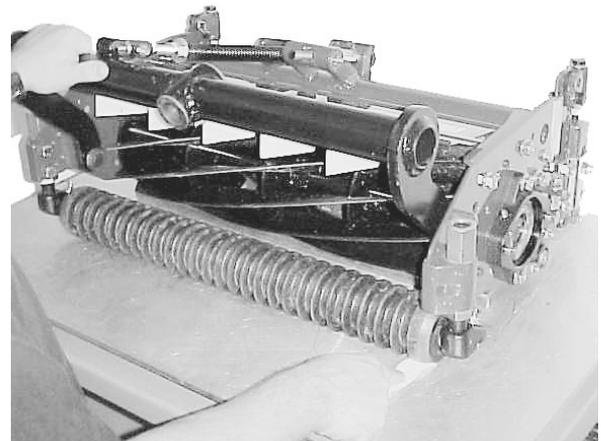

Bild 21
4. Stellen Sie die vorderen Stützteile so weit ein, bis beide Seiten der Walze die ebene Oberfläche berühren. Verwenden Sie ein Stück Zeitungspapier, oder prüfen Sie mit bloßem Auge, ob irgendwo zwischen den Walzenenden und der flachen Oberfläche Lücken entstehen (Bild 21).